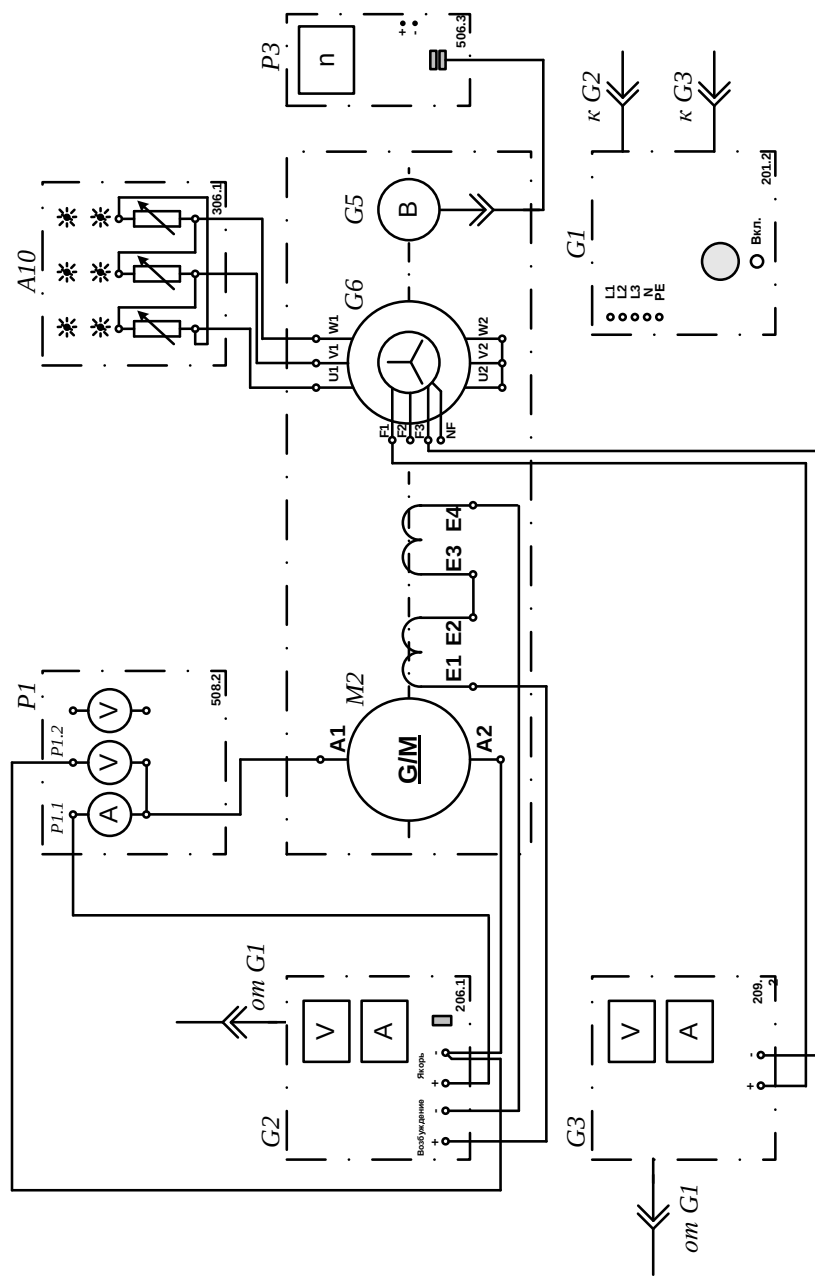
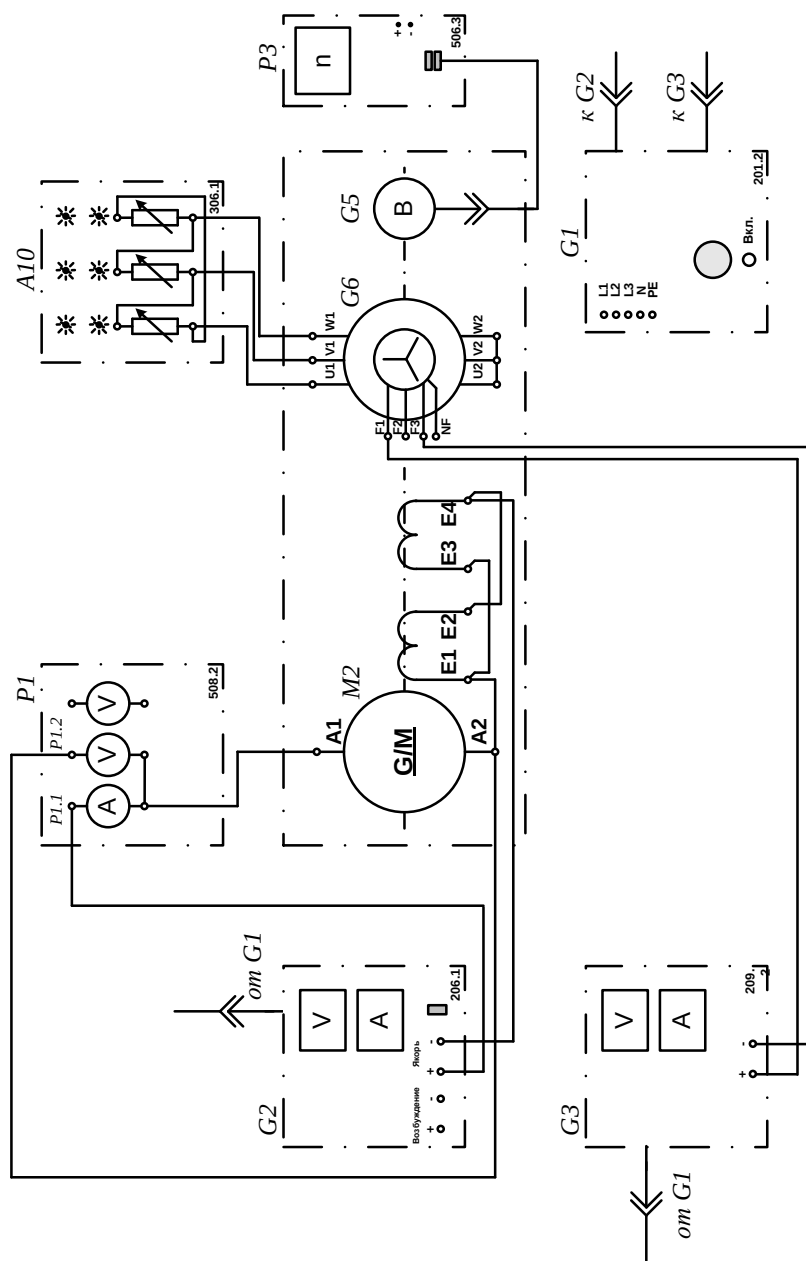

Рисунок 2- Электрическая схема двигателя с независимым возбуждением (вариант 1)
Рисунок 4 – Электрическая схема двигателя с последовательным возбуждением (вариант 1)
1.3. Соедините аппаратуру в соответствии с электрической схемой соединений (рис. 2 для исследования двигателя с независимым возбуждением), (рис. 3 для исследования двигателя с параллельным возбуждением), (рис. 4 для исследования двигателя с последовательным возбуждением).